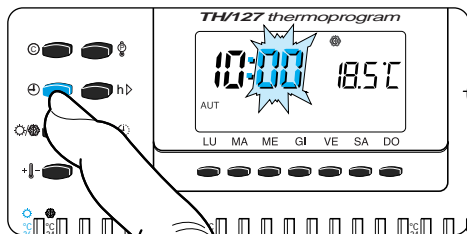

Fig. 14
5.4 - Premere il pulsante  (fig. 14).